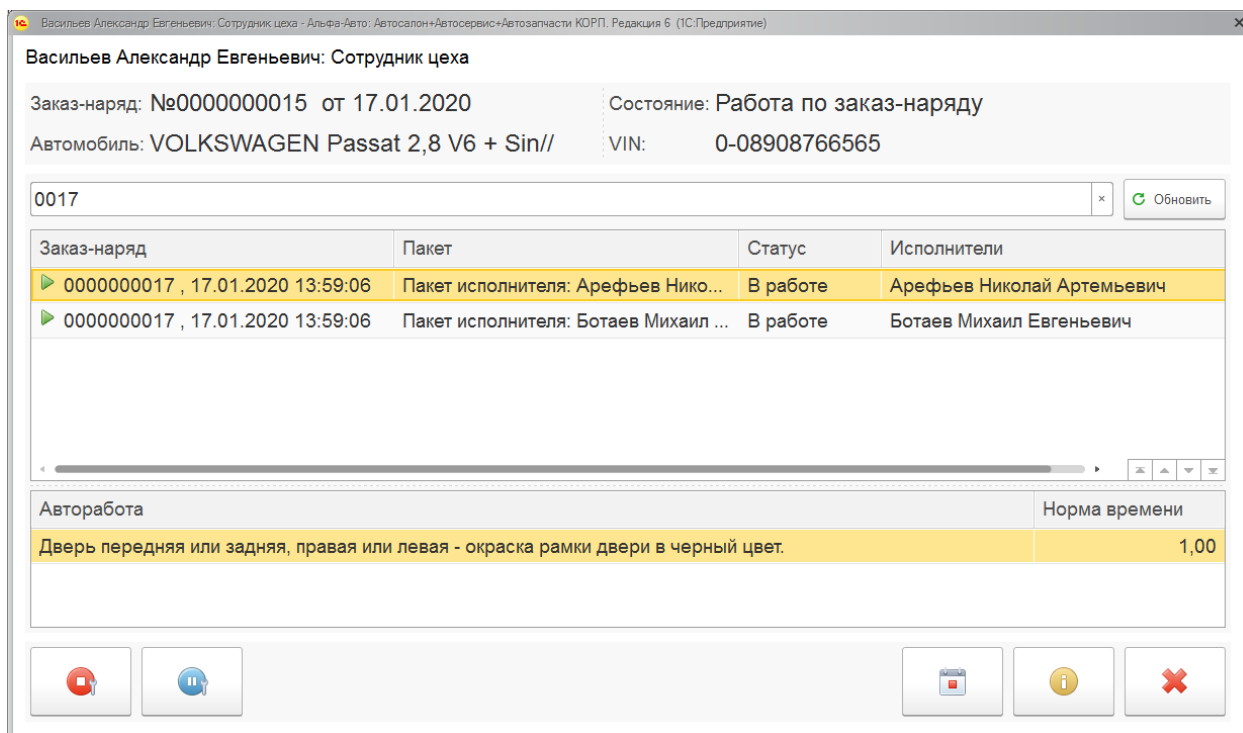

Рисунок 40 Поиск заказ-наряда
**Рисунок 39, обозначение 2** – поле поиска заказ-нарядов. Поиск можно производить по номеру заказ-наряда и VIN-номеру автомобиля, на который оформлялся заказ-наряд. Если в заказ-наряде присутствуют несколько пакетов, либо разные сотрудники работают по разным автороботам из одного заказ-наряда, результат поиска будет отражен в таком количестве строк, сколько пакетов/работ в данном заказ-наряде (Рисунок 40).